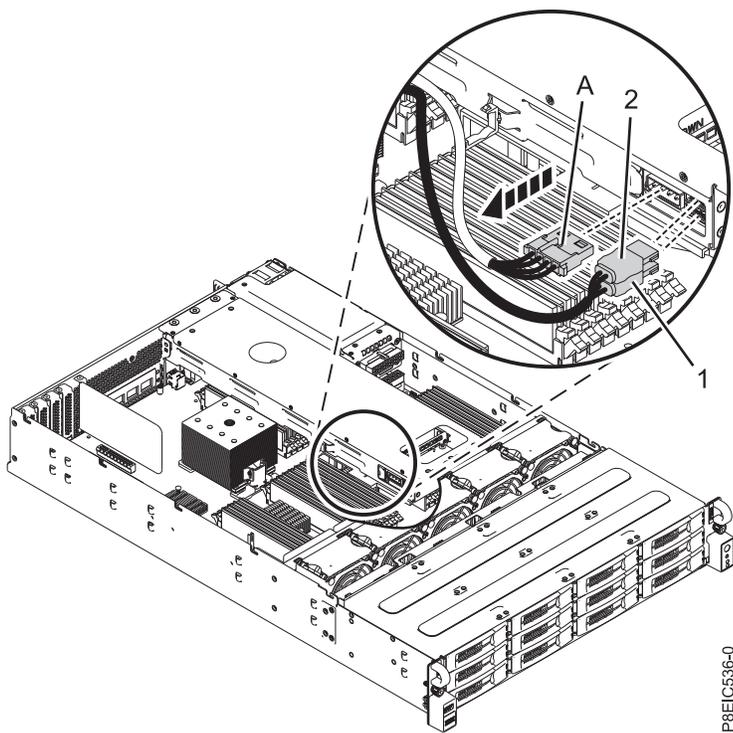

Figura 18. Removendo o cabo de energia e os cabos de sinal
4. Desconecte o cabo de energia (A) e os dois conectores de sinal (1) e (2) do conjunto da bandeja de unidade traseira, conforme mostrado na Figura 18.